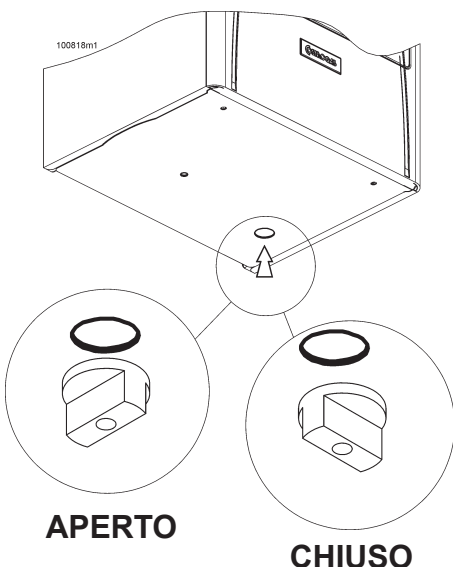

Figura 39 - Rubinetto di carico
- Aprire il rubinetto di carico (vedi figura 39) per un quarto di giro in senso antiorario;
- Chiudere il rubinetto di carico (vedi figura 39) per un quarto di giro in senso orario.
ATTENZIONE !!! Durante il normale funzionamento dell'impianto il rubinetto di carico (vedi figura 39) deve rimanere sempre in posizione di chiusura. Se, col tempo, la pressione scende, ripristinare il valore corretto. Nel primo mese di funzionamento può essere necessario ripetere più volte questa operazione per togliere eventuali bolle d'aria presenti.